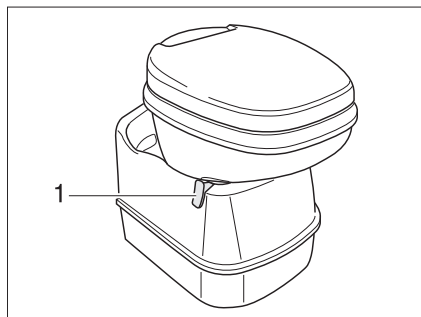

Fig. 152 Taza del inodoro Thetford, basculable
- Antes del lavado, abrir la corredera del inodoro Thetford. Para ello, empujar la palanca de corredera (Fig. 152,1) en sentido contrario a las agujas del reloj.
- Girar la palanca de corredera (Fig. 152,1) en sentido de las agujas del reloj. Se cierra la corredera. Para el vaciado **debe** estar cerrada la corredera en el inodoro Thetford.